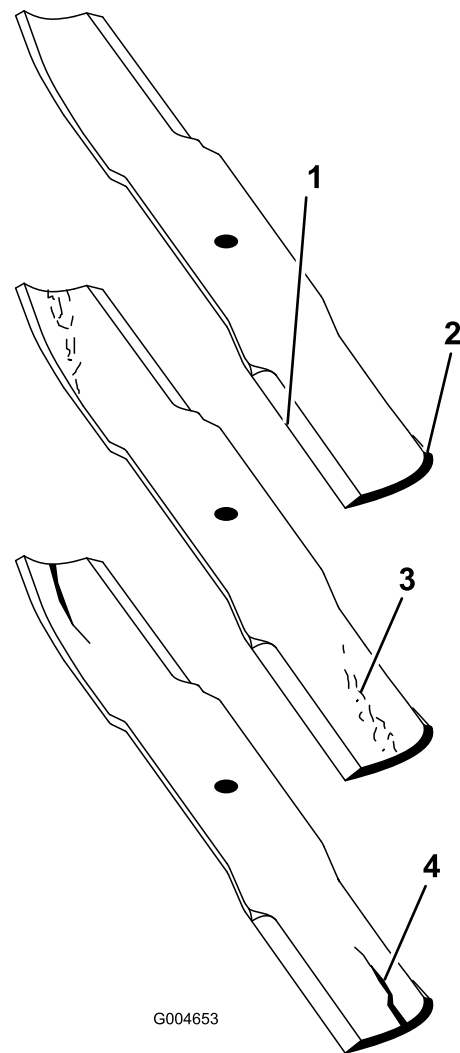

Bild 73
1. Untersuchen Sie die Schnittkanten (Bild 73). Entfernen und schärfen Sie die Messer, wenn die Schnittkanten nicht scharf sind oder Auskerbungen aufweisen. Siehe Schärfen der Messer \(Seite 42\).
2. Untersuchen Sie die Schnittmesser, insbesondere den flachen Bereich (Bild 73). Wenn Sie Schäden, Verschleiß oder Rillenbildung in diesem Bereich feststellen (Bild 73), sollten Sie sofort ein neues Schnittmesser einbauen.